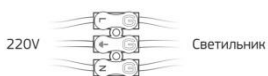

Рисунок 9 - Подсоединение проводов питания к самозажимной клемме.
5.4. Подсоедините провода питания к соединительной самозажимной клемме светильника Geniled (Рисунок 9). При этом соблюдайте полярность подключения: фазный провод – коричневый (L); нулевой провод – синий (N); защитный провод – желто-зеленый (GND). Перед подключением необходимо выполнить требования техники безопасности п.4.5 настоящего Руководства.
5.5.2. Подсоедините провода питания к соединительной самозажимной клемме светильника Geniled (Рисунок 9).